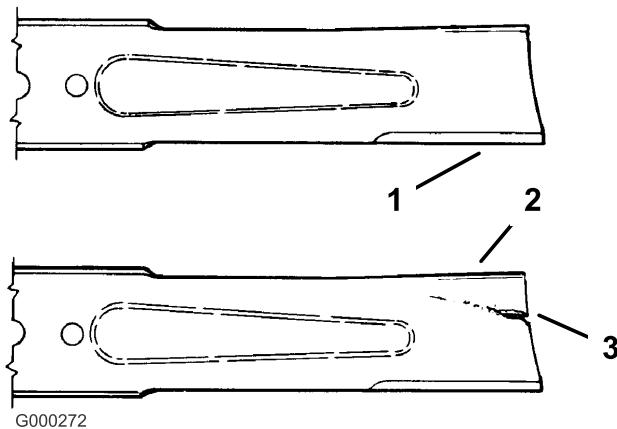

Figura 45
1. Inspecione los filos de corte (Figura 45). Si los bordes no están afilados o tienen muescas, retire las cuchillas y afílelas. Consulte Afilado de las cuchillas.
2. Inspecione las cuchillas, especialmente la parte curva (Figura 45). Si observa daños, desgaste o la formación de una ranura en esta zona (elemento 3 en la Figura 45), instale de inmediato una cuchilla nueva.